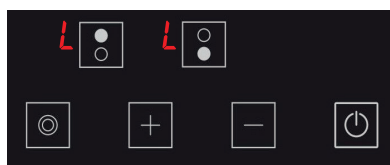

Afbeelding 19
3. Het pictogram **D** verschijnt op alle displays. (zie Fig. 19) De pictogrammen **D** en **H** worden afwisselend weergegeven als een kookplaat heet is.